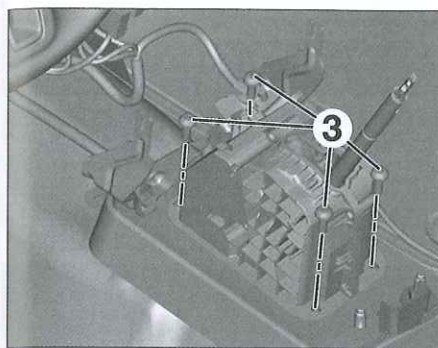

Fig. 27
- Desmontar los tornillos (3) (Fig.27).